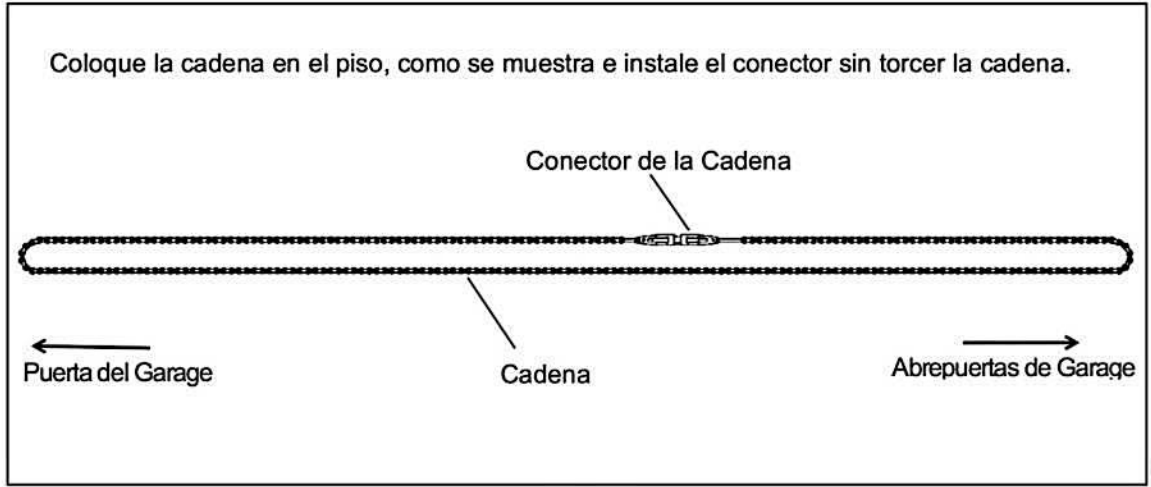

Fig.27
**5.12.-Preparando la Cadena para el Riel "T" (Fig.27).**